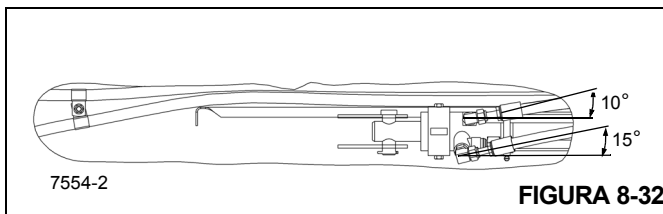

FIGURA 8-32
**NOTA:** Mantenga las mangueras y adaptadores hidráulicos cerca de los ángulos ilustrados y lo más bajo posible para evitar que rocen contra las placas superior y lateral de la viga y para que se desplacen correctamente durante la extensión y retracción de la viga Figura 8-32.